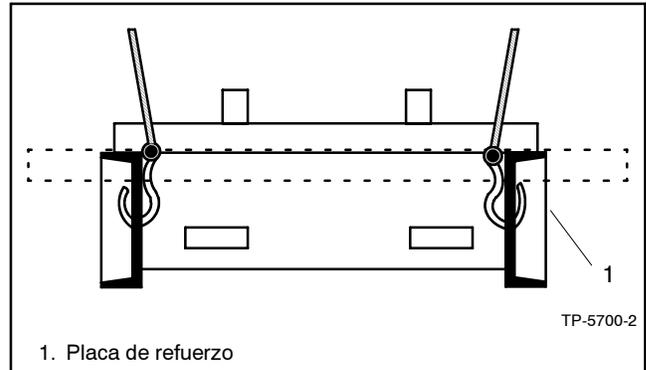

Figura 2-1 Colocación de los ganchos de izar (más de 1000 kW)
- Los grupos electrógenos de más de 1000 kW pueden tener placas de refuerzo en el patín. Consulte la Figura 2-1.
No instale los ganchos de izar en la placa de refuerzo exterior del patín. Instálelos como se muestra en la Figura 2-1 para usar la parte más firme del patín de montaje y evitar que se resbalen los ganchos de izar. Para izar grupos electrógenos que no cuenten con placas de refuerzo del patín, instale ganchos de izar en la parte interior o exterior del patín.